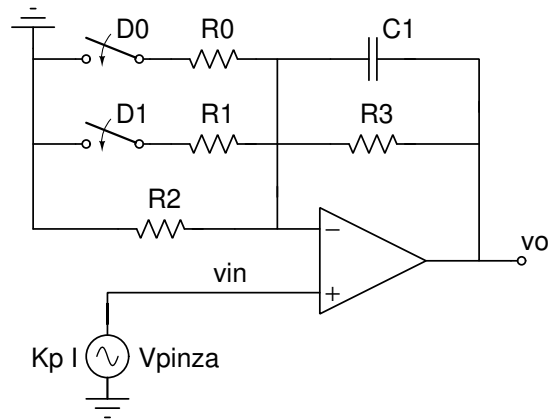

Figura 7. Esquemático de circuito amplificador con ganancia programable (PGA)
El acondicionador I/V se implementará como un amplificador de ganancia variable, cuya estructura será la de la figura 7. Debido a que se desea adquirir la onda de corriente consumida por diferentes electrodomésticos (cuyo rangos esperados van desde 40 mA a 10 A), de forma de obtener para todos éstos tensiones admisibles a la entrada del ADC ($V_o \geq 1V$), es necesario contar con una etapa de ganancia programable en la cadena de acondicionamiento del sensor de corriente (pinza).
1. Hallar la transferencia del circuito de acondicionamiento de corriente de la figura 7, en función de sus parámetros. Mostrar que tiene una respuesta pasabajos.
- Dar una expresión teórica de cada una de las transferencias en función de los parámetros del sistema de la figura 7.